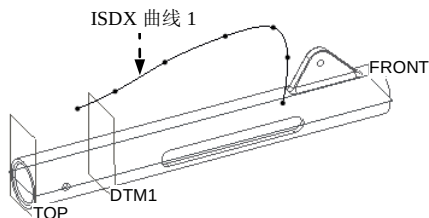
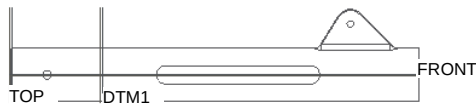

图 8.9.5 创建 ISDX 曲线 1
图 8.9.6 活动平面的方向
Step2. 创建图 8.9.5 所示的 ISDX 曲线 1。
(1) 设置活动平面。单击 **样式** 功能选项卡 **平面** 区域中的“设置活动平面”按钮 ，选择 CENTER 基准平面为活动平面。
(2) 设置模型显示状态。在图形区右击，从弹出的快捷菜单中选择  活动平面方向 命令，使模型按图 8.9.6 所示的方位摆放。单击  按钮，将模型设置为线框显示状态，此时模型如图 8.9.6 所示。